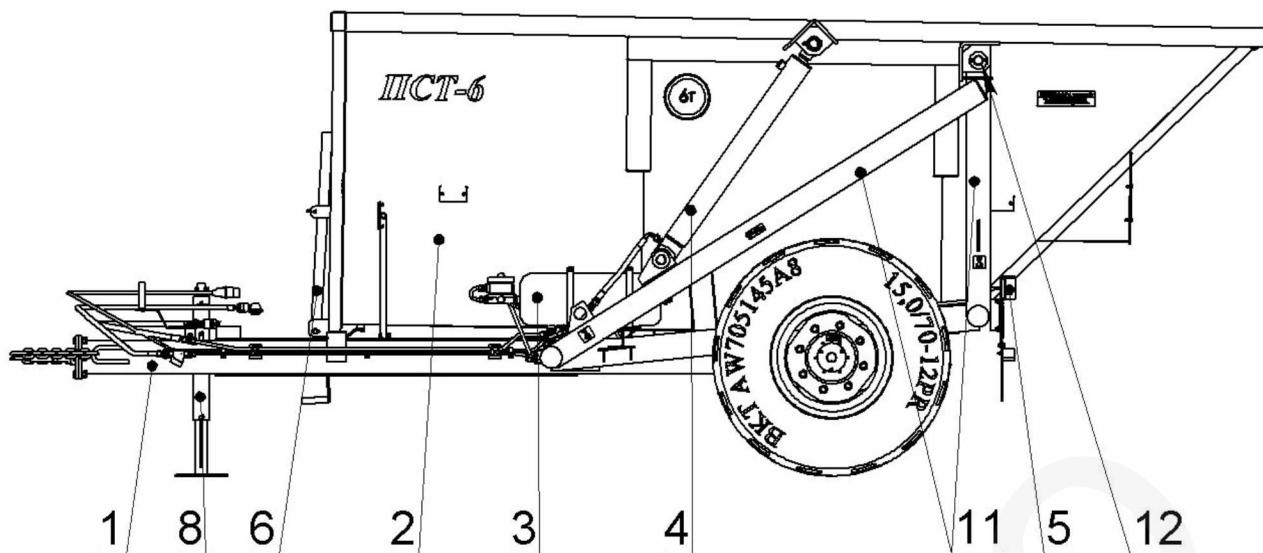

Рисунок 1.1 – Общий вид полуприцепа ПСТ-6; ПСТ-6,5
2.1 Полуприцеп (ПСТ-6 и ПСТ-6,5 рисунок 1.1) состоит из шасси 1, кузова 2, пневмооборудования 3, гидрооборудования 4, электрооборудования 5, упор 6, стояночного тормоза 7, опора 8.